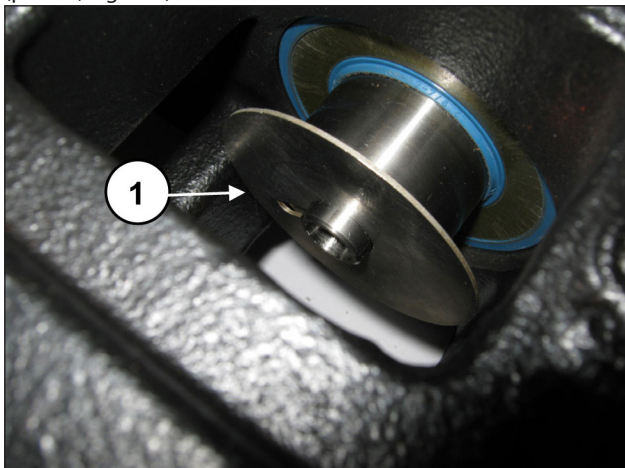

Fig. 180
Posizionare il paraspruzzi nell'alloggiamento sul guida pistone (pos. ①, Fig. 180).